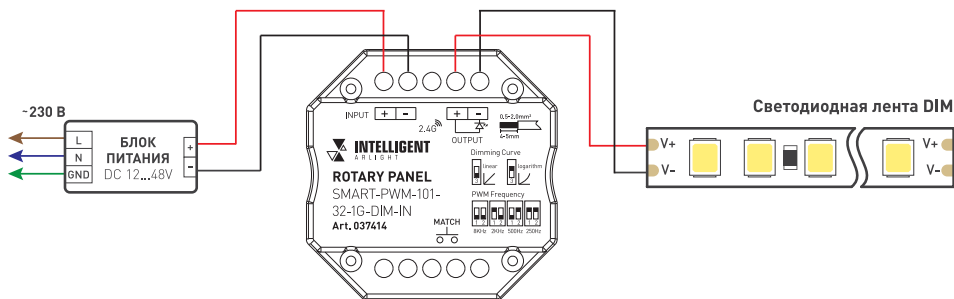

Рис. 1. Схема подключения роторной панели
3.2. Подключите панель согласно схеме на рис. 1.